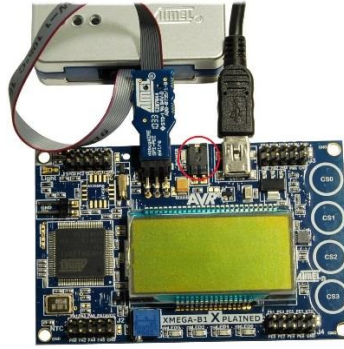

Figura 34 Conexión de la tarjeta de desarrollo XMEGA-B1 Xplained
2. La tarjeta de desarrollo debe tener puesto un jumper en el conector J5 (VTG-VXM), encerrado en un círculo rojo en la Figura 34. No alimente la tarjeta si este jumper no está puesto.
3. Conectar la tarjeta de desarrollo a un puerto USB o a un adaptador USB, para darle alimentación eléctrica, y conectarla al programador usando el cable de cinta plana que viene incluido, como se muestra en la Figura 34. El conector de la cinta plana debe conectarse en el sentido correcto; en la Figura 34 se muestra el sentido que se debe usar para el programador Atmel-ICE; para el programador AVRISP MKII, el sentido correcto es con la pestaña del conector hacia la parte inferior de la tarjeta de desarrollo.